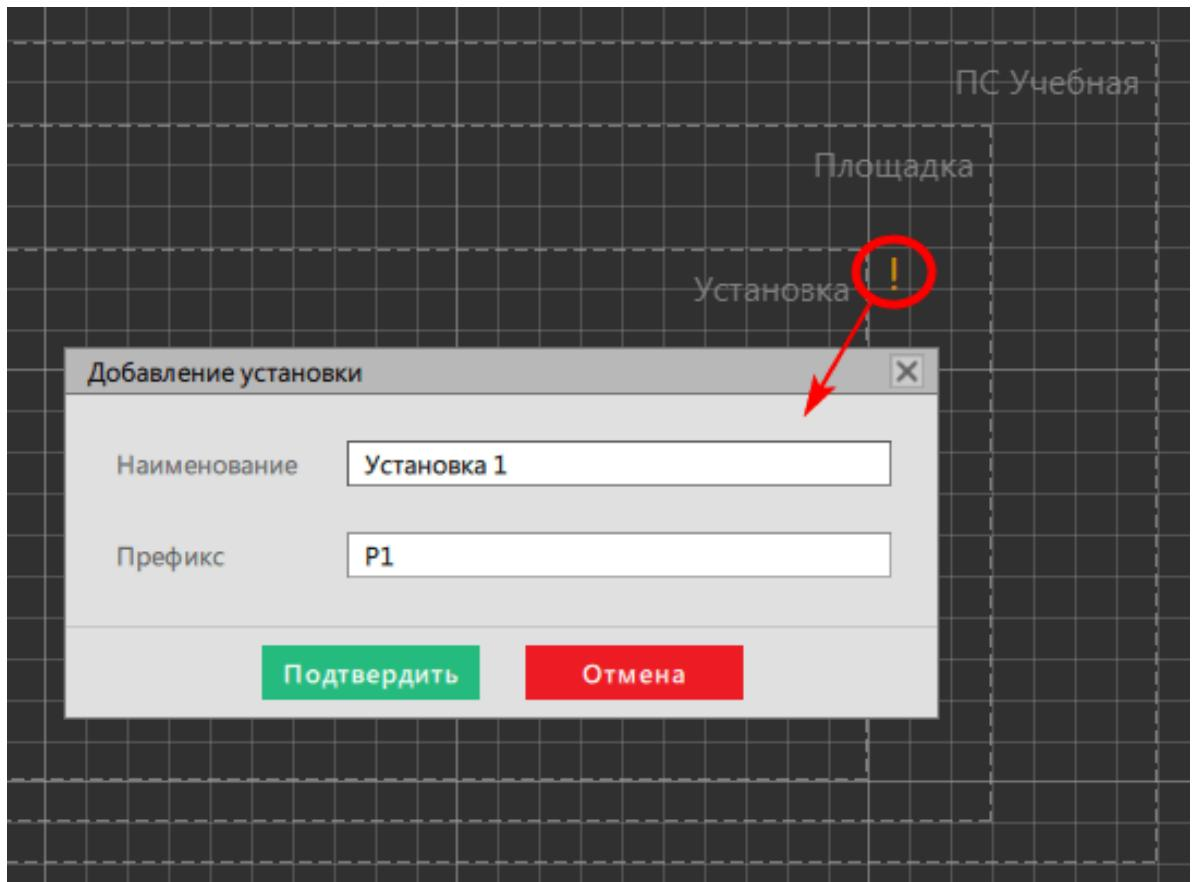

Рисунок 377 - Добавление установки
7. Выделите область в редакторе внутри уровня напряжения из п.5, нажмите на ! с зажатой клавишей Alt и задайте наименование установки (Рисунок 377).